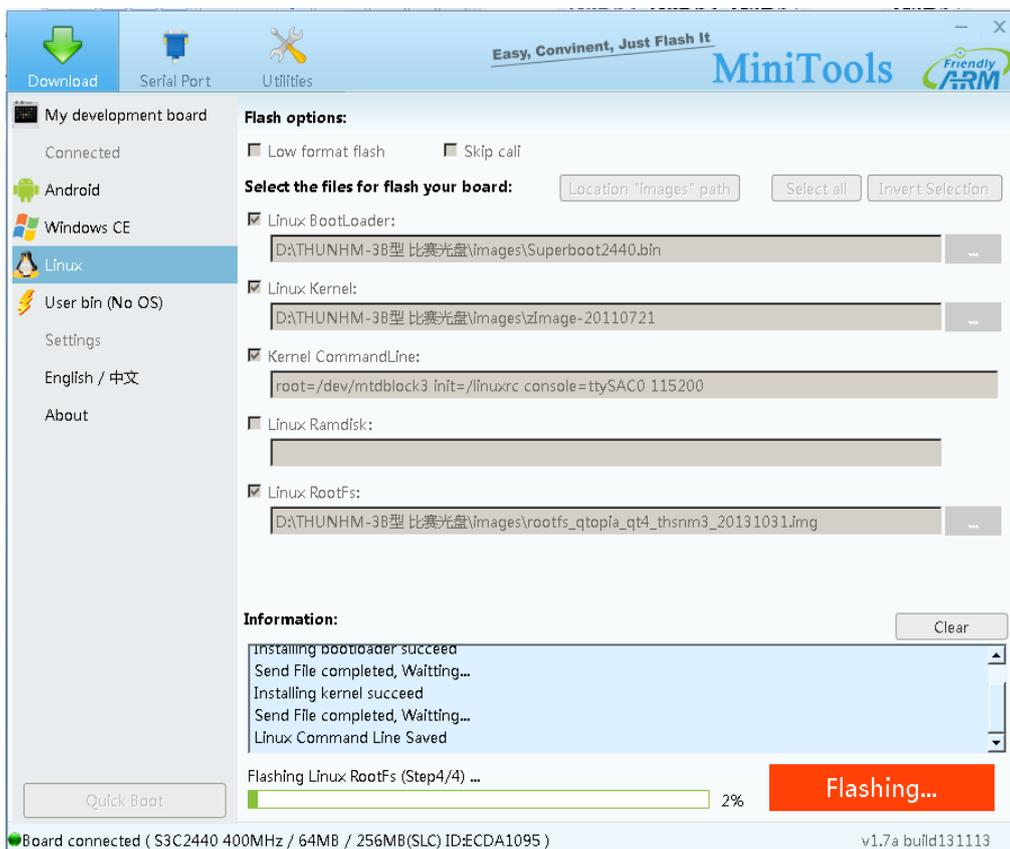

图 11 烧录文件系统界面
- ⑤ 在MiniTools软件中点击【Start Flashing】按钮，开始烧录，如图11所示。